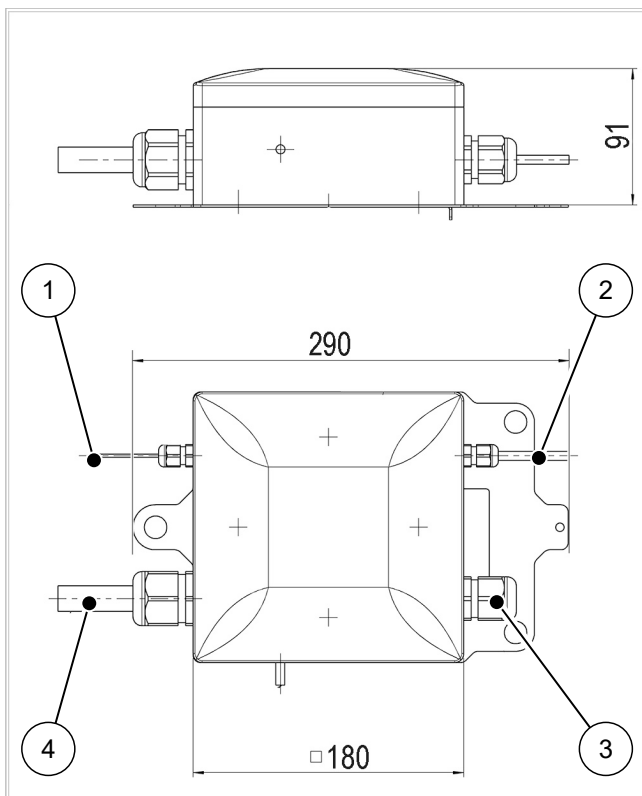

Abb. 9: Abmessungen Anschlussbox
4. Die Steuerleitung (siehe → Pos. 2 in Abb. 9, S. 11) anschließen.